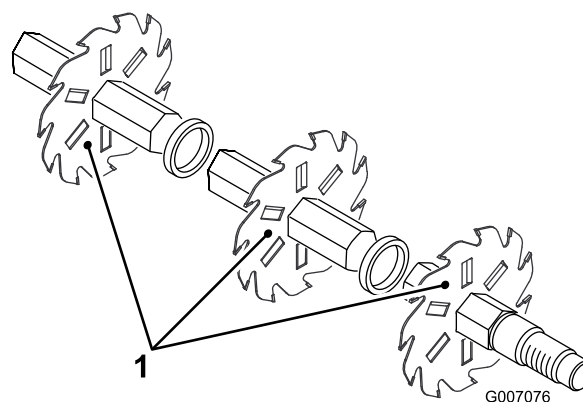

Figure 15
4. Bauen Sie das nächste Messer nach links ein, sodass das Indexreferenzloch nicht um ein Sechstel der Welle mit dem ersten Messerloch ausgerichtet ist (Figure 15). Bauen Sie die anderen Distanzstücke und Messer genauso ein, bis alle Messer eingebaut sind. Bei einem richtigen Einbau sind die Messer auf der Welle zentriert und so gestaffelt, dass es wie eine Helix aussieht.